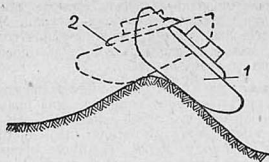

Рис. 4. Преодоление танком холма. 1) до перевала, 2) после перевала
**Преодоление холмов.** Переезжая через холм, бугор, колесная машина перекачивается через него, не теряя соприкосновения с землей своими колесами. Гусеничная же машина (танк) достигнув вершины холма, продолжает двигаться вверх, теряя соприкосновение с землей передней частью гусениц до тех пор, пока от земли не отделится большая по весу часть машины и машина носом сразу спустится вниз. Это называется перевалом (рис. 4). Итак, танк, двигаясь по неровной местности, поглощает мелкие препятствия за счет работы подвески, а большие препятствия (холмы, овраги, рвы и проч.) преодолевает перевалом.